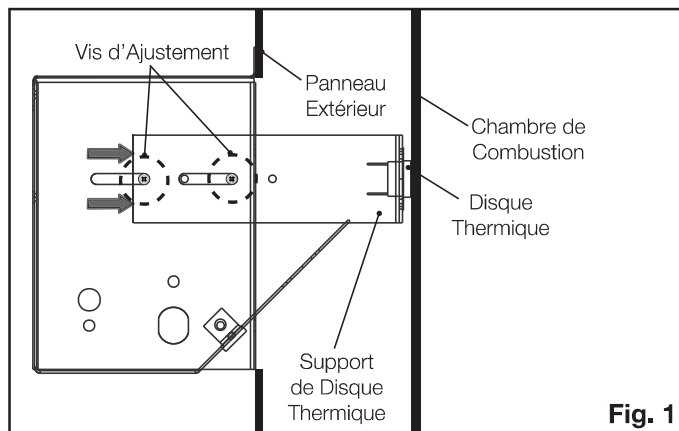

Fig. 1
1. Assurez-vous que le support de disque thermique est en la position correcte (**Fig. 1**).
5. Accédez entre le panneau extérieur et la chambre de combustion, puis faites glisser le support de disque thermique jusqu'à ce que le disque thermique touche l'arrière de la chambre de combustion (**Fig. 1**).